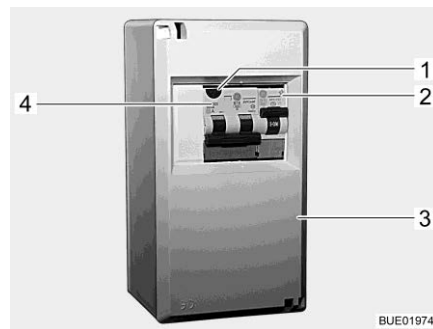
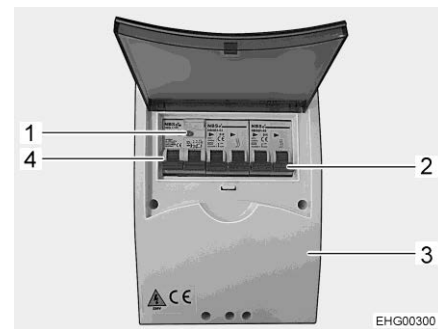

Fig. 186 Scatola dei fusibili a 230 V
Fig. 187 Scatola dei fusibili 230 V (variante)
- Disattivare gli interruttori di sicurezza (Fig. 186,2, Fig. 186,4 o Fig. 187,2, Fig. 187,4) nella scatola dei fusibili (Fig. 186,3 o Fig. 187,3).
- Se il veicolo è collegato all'alimentazione a 230 V, premere il tasto di controllo (Fig. 186,1 o Fig. 187,1) dell'interruttore combinato di sicurezza/per correnti di guasto (Fig. 186,4 o Fig. 187,4) nella scatola dei fusibili (Fig. 186,3). L'interruttore di sicurezza per correnti di guasto deve scattare.